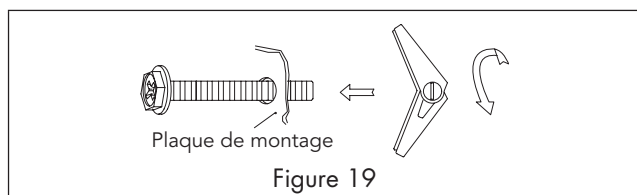

Figure 19
- Insérez les boulons à travers la plaque de montage aux emplacements déterminés et ajoutez les ailettes à ressort. Voir la Figure 19.